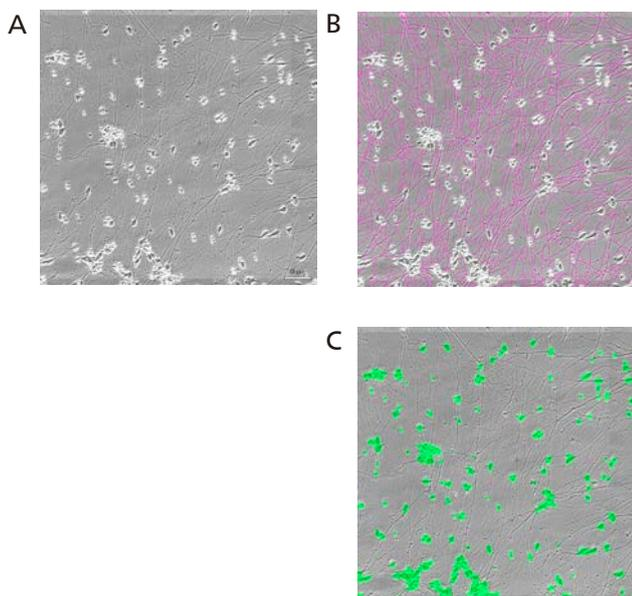

図1: hiPSC-derived GABAergic Neuronの位相差画像とマスク画像
1.0×10^5 細胞/ウェルの細胞密度で播種したウェルにおいて、播種6日後の神経細胞の画像を図1に示しました。細胞突起部分はアドオンモジュール「神経突起長」を用い、マスク表示しました(図1B)。同様に、細胞体及び細胞クラスター領域はアドオンモジュール「神経細胞/クラスター数」を用いてマスク表示しました(図1C)。